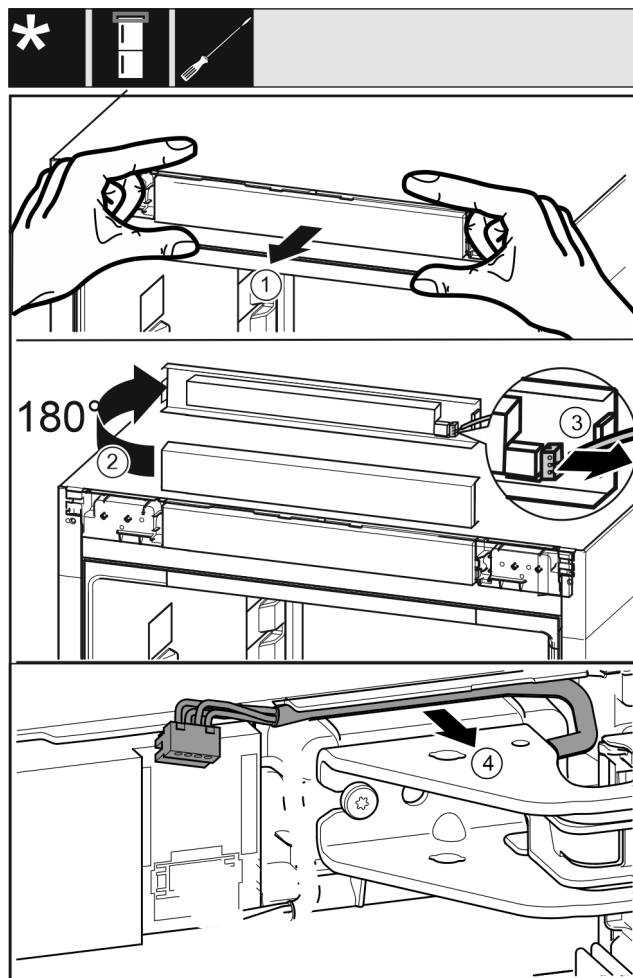

Fig. 19
- Désolidariser avec précaution le panneau de commande Fig. 19 (1) vers l'avant.
- Tourner le panneau de commande Fig. 19 (2) de 180° vers le haut.
- Pousser l'ergot Fig. 19 (3) vers l'arrière et retirer avec précaution le connecteur.
- Désolidariser avec précaution le câble Fig. 19 (4) du guide par le biais du support de palier.